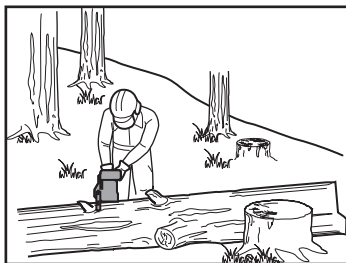

Rys. 31
2. Jeśli dłużycza jest podparta na jednym końcu (rys. 31), należy wykonać nacięcie na głębokość  $1/3$  średnicy od dołu. Następnie należy wykonać końcowe cięcie od góry, tak aby spotkało się z tym wykonanym w pierwszym kroku.